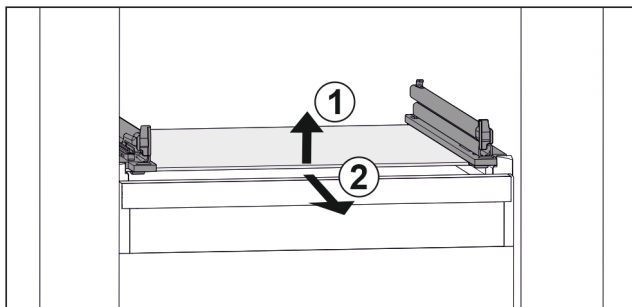

Fig. 116 Reprezentare exemplificativă a plăcii de sticlă
- Ridicați placa de sticlă din față. Fig. 116 (1)
- Extrageți placa de sticlă spre înainte. Fig. 116 (2)